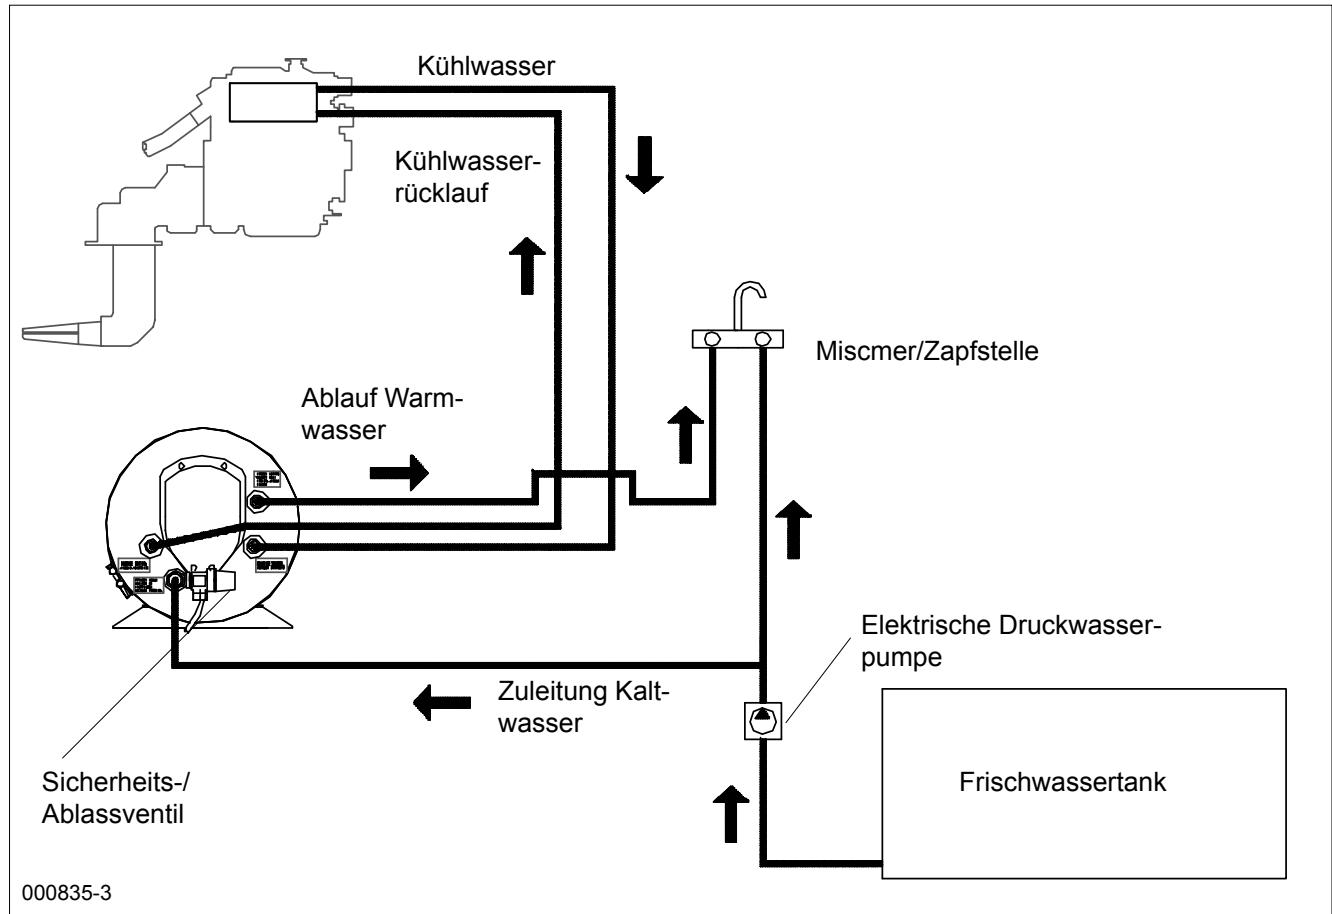

Abb. 1
Der Warmwasserbereiter kann überall im Boot platziert werden, solange er so montiert ist, dass der Motorwasser-Wärmetauscher nicht höher liegt als das Expansionsgefäß des Motors (Abb.1). Es ist von Vorteil, wenn die Schläuche zwischen Motor und Warmwasserbereiter so kurz wie möglich sind, um Wärmeverlust und Strömungswiderstand zu minimieren. Der Wärmetauscher des Warmwasserbereiters kann entweder parallel oder in Reihe zum Kühlwasserkreislauf des Motors angeschlossen werden.
4.3 Motoranschlüsse (siehe Anschlusschema, Abb. 1):
4.4 Frischwasseranschluss (siehe Anschlussschema, Abb. 1):